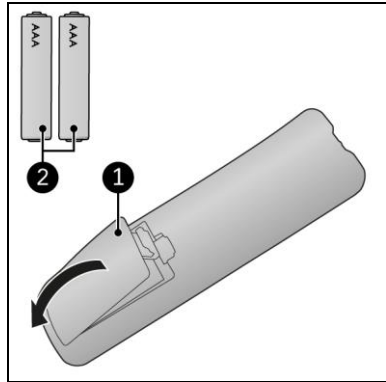

Abbildung 15
1. Entfernen Sie die Batterieabdeckung (Abbildung 15, Pos. 1).
2. Legen Sie zwei AAA 1,5 V-Batterien (Abbildung 15, Pos. 2) in das Batteriefach ein. Stellen Sie sicher, dass die Batterien richtig eingelegt sind.